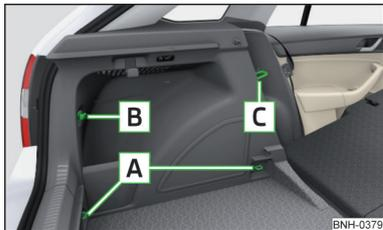

Fig. 86
**Vista general de los elementos de sujeción » fig. 86**
El bolso » fig. 89 se puede fijar en los elementos de fijación **A**, **B** y **C** » fig. 86 de la pág. 78.